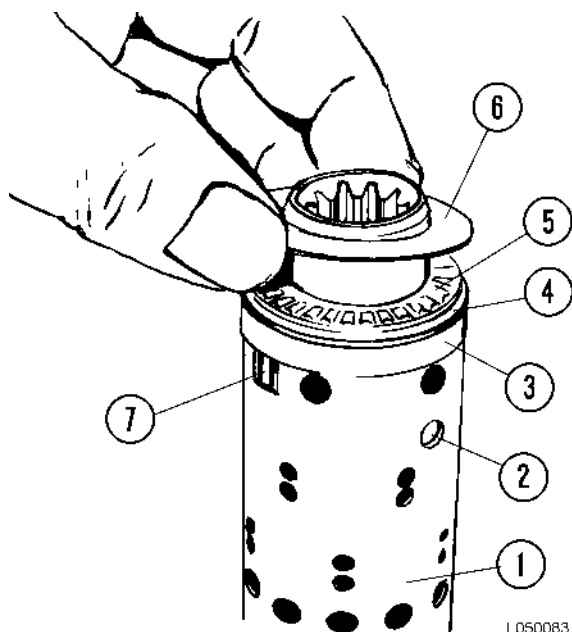

FIGURA 5-10. MONTAJE DEL RODAMIENTO
6. Con los resortes de posición neutro (7, Figura 5-10) centrados en el carrete y la camisa, monte el anillo (3), la carrera del rodamiento trasero (4), el rodamiento de empuje (5) y la carrera del rodamiento delantero (6) en ese orden. El biselado en el rodamiento trasero debe quedar mirando desde el rodamiento.